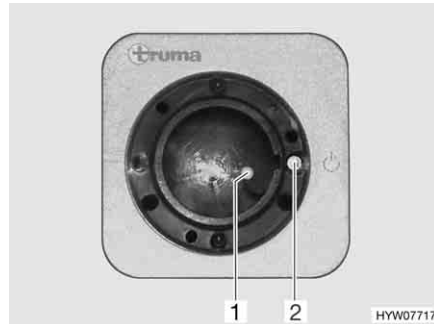
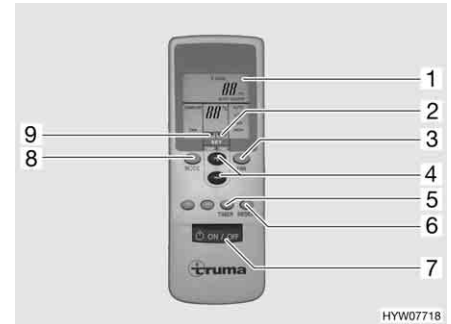

Bild 163 Mottagare
Bild 164 Fjärrstyrning
- Slå på fjärrstyrningen med brytaren (Bild 164,7). Den gröna kontrollampan (Bild 163,1) indikerar kylningsläge.
- Ställ in önskat driftläge med knappen (Bild 164,8).
- Ställ, vid behov, in önskad fläkteffekt och rumstemperatur med knapparna (Bild 164,3 och 4). Pilen (Bild 164,9) visar valt inställningsläge.
- ▷ På mottagaren finns det dessutom en knapp (Bild 163,2) med vilken klimatanläggningen kan slås på och av även utan fjärrstyrning. När klimatanläggningen slås på med denna knapp väljs automatiskt det driftläge som senast var inställt på fjärrstyrningen.
- Programmering: Slå på klimatanläggningen med knappen (Bild 164,7) på fjärrstyrningen.
- Ställ in önskat driftläge och rumstemperatur med knapparna (Bild 164,8, 3 och 4).
- Välj önskad funktion (Bild 164,1) med knappen (Bild 164,5):
- Välj önskad kopplingstidpunkt (1 till 15 timmar) med knapparna (Bild 164,4). Pilen (Bild 164,2) blinkar och visar inställningsläget.
- ▷ Med knappen (Bild 164,6) sänds fjärrstyrningens inställningar återigen till mottagaren.